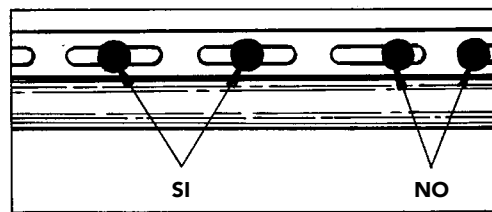

Figura 15
- Centre los sujetadores en las ranuras para permitir la expansión y contracción del revestimiento (Figura 15).
(Revise el Procedimiento de Fijación y la Figura 15).